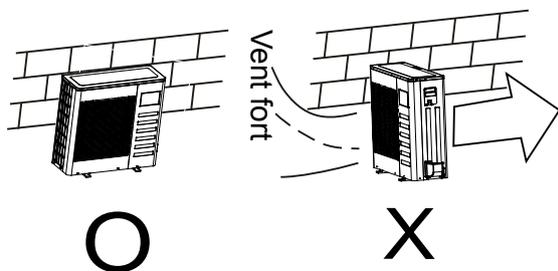

Fig. 6-1
- Dans les cas où l'unité est exposée à de forts vents comme dans les emplacements près des côtes, assurez-vous du bon fonctionnement des ventilateurs en positionnant la longueur de l'unité face à un mur ou en utilisant une protection contre la poussière (voir Fig. 6-1).